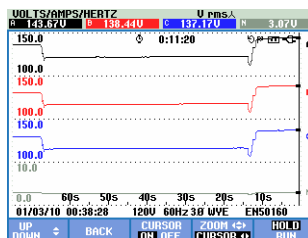

Figura 23-5. Pantalla de tendencia, cursor activado
- Utilice F2 y F3 para activar el cursor (sólo en el modo Hold). Utilice las teclas de flecha izquierda/derecha para desplazar el cursor en horizontal a lo largo de las tendencias. El valor de las tendencias en el cursor aparece en el encabezado de la pantalla como se muestra en la figura 23.5. Al situar el cursor en el extremo izquierdo o derecho de la pantalla, la tendencia se desplaza a la izquierda o la derecha.